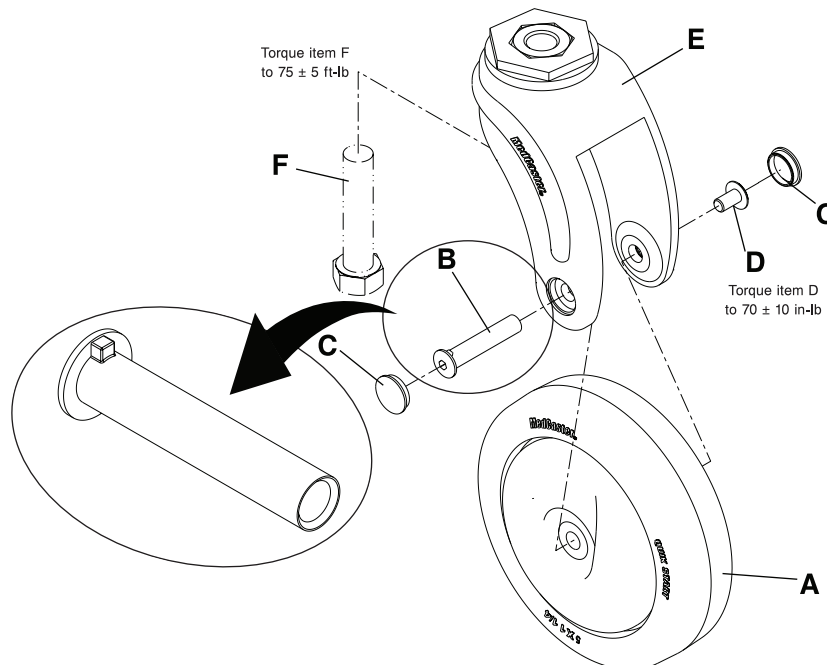

Figura 6-26: Sostituzione del gruppo ruota piroettante anteriore
2. Con un punteruolo rimuovere ed eliminare le calottine che ricoprono l'asse con dado cilindrico della ruota piroettante (C) (Figura 6-26 a pagina 6-43).
3. Con le due chiavi a brugola da 5/32" rimuovere il dado cilindrico (B) e la vite (D) dell'asse. Eliminare dado cilindrico e vite dell'asse.
4. Afferrare la ruota piroettante anteriore (A) e tirarla verso l'esterno per estrarla dalla forcella (E). Eliminare la ruota piroettante anteriore.
5. Con la chiave a bussola da 3/4" e la chiave a cricchetto da 3/8" estrarre il bullone (F) per rimuovere la forcella (E) dal telaio della sedia. Eliminare la forcella.
6. Eseguire in ordine inverso i punti da 2 a 5 per montare il nuovo gruppo ruota piroettante anteriore. Serrare il bullone (F) a  $75 \pm 5$  ft-lb ( $102 \pm 7$  Nm) con la chiave dinamometrica da 3/8" (ft-lb) prima di installare la ruota nella forcella. Serrare la vite dell'asse (D) a  $70 \pm 10$  in-lb ( $8 \pm 1,1$  Nm) con la chiave dinamometrica da 3/8" (in-lb).
- Nota:** il dado cilindrico dell'asse (B) è calettato (Figura 6-26 a pagina 6-43). Allineare correttamente il dado cilindrico nella forcella della ruota piroettante (E).